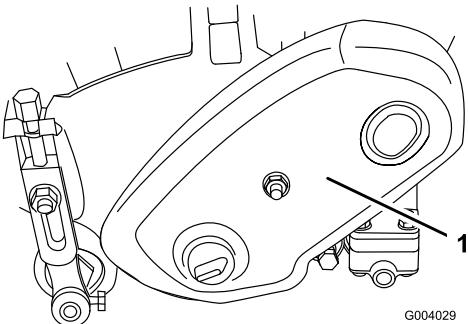

Figura 33
- Retire a cobertura dos parafusos de montagem da correia e a cobertura da correia (Figura 33).